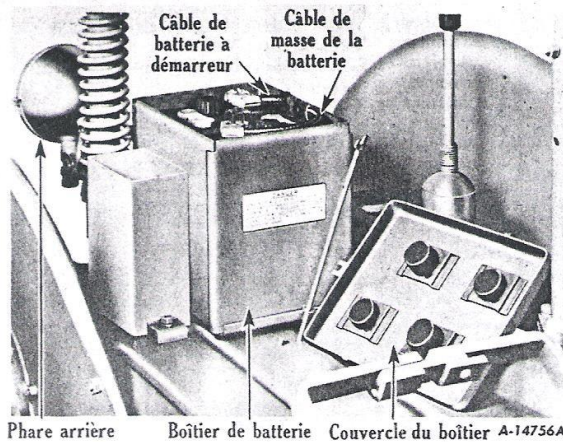
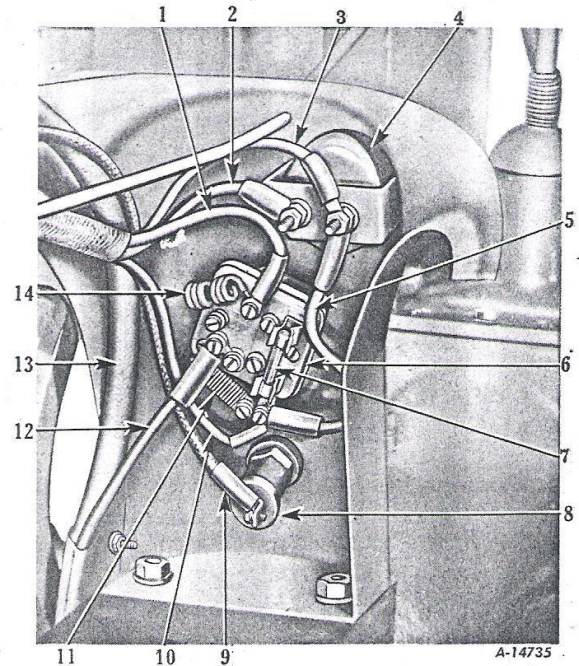

Figure 62 - Câbles et batterie.
Figure 64 - Commutateur des phares, ampèremètre, fusible, câbles, etc... (Capot et réservoir démontés).
Au départ de l'usine, les tracteurs munis d'équipement électrique sont expédiés avec le câble de masse de la batterie débranché, figure 62. De plus, le câble allant du circuit d'induction de la génératrice au commutateur des phares (repère 10, figure 64) est débranché au commutateur. Par conséquent, avant de faire fonctionner le tracteur, prenez soin de fixer correctement ces deux câbles sur leur borne respective.
Le câble allant du circuit d'induction de la génératrice au commutateur des phares doit être branché sur la vis placée à droite de la bobine de résistance de circuit d'induction (voir figures 64 et 99).
Avant d'entreprendre un travail sur une partie quelconque du système électrique, commencez par débrancher le câble de masse de la batterie, figure 62. Ne rebranchez pas ce câble tant que tout le travail électrique n'est pas terminé. Vous éviterez ainsi les courts-circuits et les dommages éventuels aux organes électriques.
Un petit fusible, *figure 64*, est fixé sur le commutateur des phares. Chaque fois qu'un court-circuit ou qu'une surcharge électrique se produit dans le circuit d'éclairage, le fusible coupe le circuit et évite ainsi l'endommagement du système électrique.
*Ne faites pas fonctionner la génératrice tant que le circuit de charge de la batterie et le conducteur de la borne "A" de la génératrice à la borne "GEN" du conjoncteur-disjoncteur ne sont pas branchés. La génératrice "grillera" si elle est employée lorsque les câbles du circuit de charge de la batterie sont débranchés ou cassés. Si vous êtes obligé de faire fonctionner la génératrice sans batterie, détachez, du commutateur des phares, le câble allant du circuit d'induction de la génératrice à ce commutateur (repère 10, *figure 64*).*
Un fusible de 20 ampères, du type 3-AQ tubulaire est fixé sur le commutateur de phares, figure 64. En cas de remplacement, assurez-vous que le fusible employé est bien du même ampérage. Si les phares ne fonctionnent pas, vérifiez le fusible. Si le fusible "grille" continuellement, vérifiez les câbles électriques et recherchez les courts-circuits.